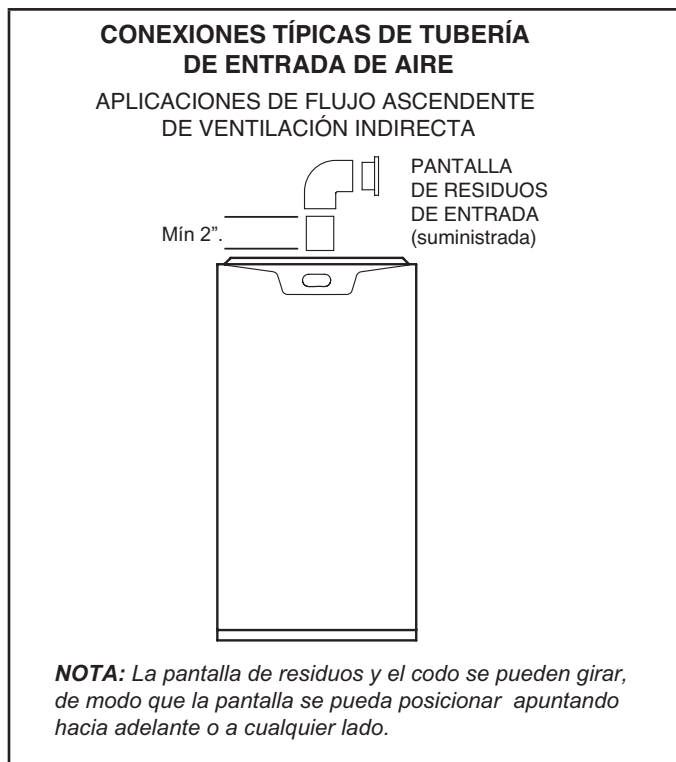
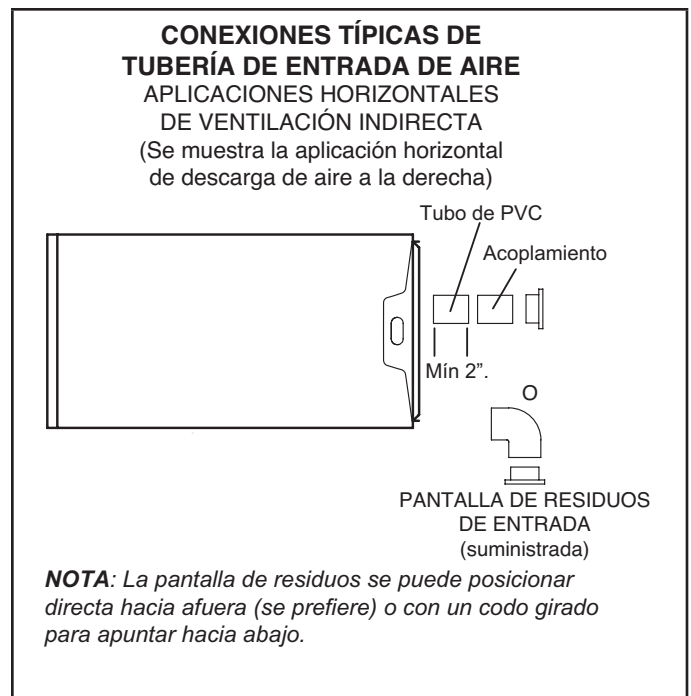

FIGURA 27
FIGURA 28
- 1 - Use los materiales proporcionados en el sitio y la pantalla de entrada de aire suministrada en la fábrica para dirigir la tubería de entrada como se muestra en la FIGURA 27 o en la FIGURA 28. Mantenga un espaciamiento mínimo de 3 pulg. (76 mm) alrededor de la abertura de entrada de aire. La abertura de entrada de aire (con pantalla protectora) siempre debe dirigirse hacia adelante o a cualquier costado en la posición de flujo ascendente, y ya sea de forma recta hacia afuera o hacia abajo en la posición horizontal.